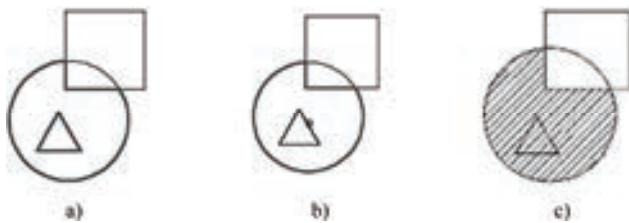

图 3-74 删 除“岛”后的边界
(3) 删除边界对象 从边界定义中删除之前添加的任何对象，如图 3-74 所示。